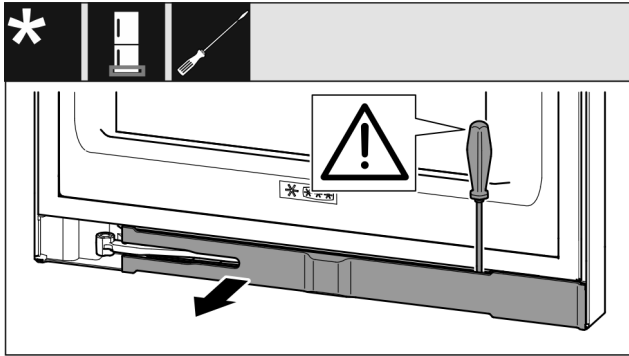

Fig. 16
- ▶ 使用带槽螺丝刀松开隔板并把它转到一边。(参见 Fig. 16)